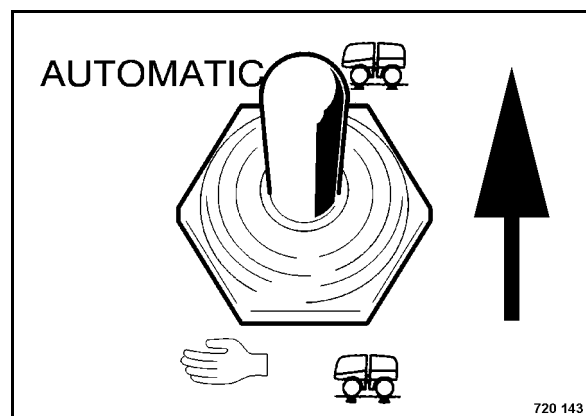

Рис. 42
- Переключить переключатель вибрации на "Automatik" (Рис. 42).